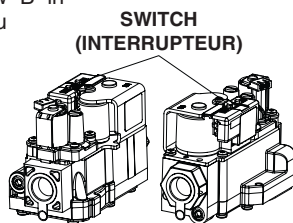

Figure 1
6. Move the gas control switch to the "OFF" position. (See Figure 1)
7. Wait five (5) minutes to clear out any gas. Then smell for gas, including near the floor. If you smell gas, STOP! Follow "B" in above information. If you don't smell gas, go to the next step.
8. Move the gas control switch to the "ON" position. (See Figure 1)
6. Réglez l'interrupteur de commande du gaz à la position "OFF". (voir Figure 1).
7. Attendre cinq (5) minutes pour s'assurer de la dissipation du gaz.
8. Réglez l'interrupteur de commande du gaz à la position "ON". (voir Figure 1).
4. Move the gas control switch to the "OFF" position. Do not use force. (See Figure 1)
4. Réglez l'interrupteur de commande du gaz à la position "OFF". Ne forcez pas. (voir Figure 1).